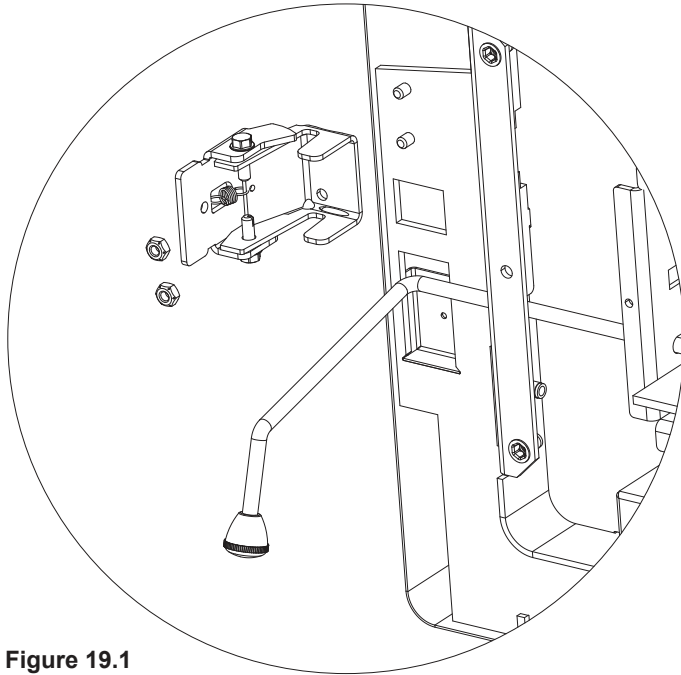

Figure 19.1
9. Installez le verrou de l'ARS en glissant l'ensemble du verrou sur les 2 goujons sortant du fond gauche de l'appareil. Fixez en utilisant deux écrous à l'aide de la clé à douille 7/16 (**Figure 19.1 à la page 19**).